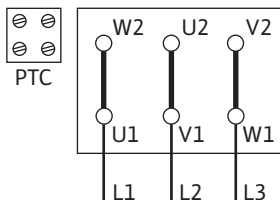
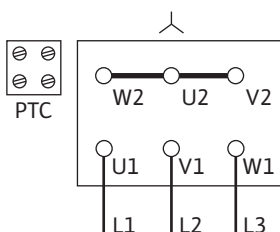

Fig. 12: Δ-Schaltung
Fig. 13: Y-Schaltung
- Der Netzanschluss ist abhängig von Motorleistung P2, Netzspannung und der Einschaltart. Erforderliche Schaltung der Verbindungsbrücken im Klemmenkasten folgender Tabelle sowie Fig. 12 und 13 entnehmen.
Δ -Schaltung (Fig. 12)	Y-Schaltung (Fig. 13)